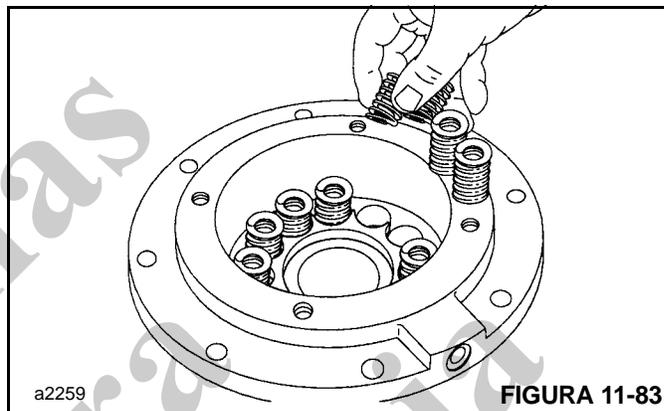

FIGURA 11-83
6. Instale o espaçador de molas e as molas do freio (Figura 11-83).